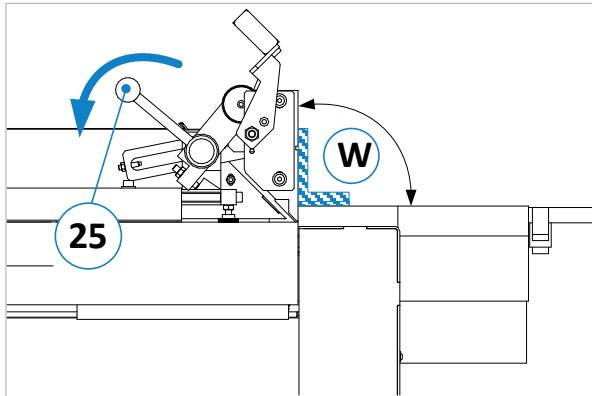

Figure 38 : vérifier l'angle de 90 degrés
1. Lorsque l'outil est bloqué (24) et que la position de départ est 0, placez une équerre de butée à  $90^\circ$  (W) sur la butée de dressage (voir  $\Rightarrow$  Figure 38)  $\rightarrow$  Si l'équerre n'est pas exactement à  $90^\circ$ , elle doit être réajustée.
3. Voir ⇒ Figure 38 : pour vérifier que vous tournez dans le bon sens, poussez fortement le levier de réglage (25) tout à l'arrière (la règle doit alors se soulever légèrement) et serrez le levier de blocage (24). Répétez les opérations 1. et 2. jusqu'à ce que l'angle soit correct.
**Remarque :** Pendant le réglage, le levier de réglage (25) doit toujours être déplacé complètement vers l'avant (en direction de la table de dégauchissage) et, pour le contrôle de l'angle, fortement vers l'arrière, de sorte que la règle se soulève légèrement.